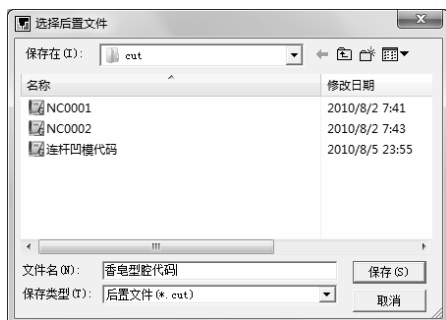

图 3-140 “选择后置文件”对话框
1) 选择下拉菜单“加工”→“后置处理”→“生成 G 代码”命令，系统自动弹出“生成后置代码”对话框。选择存取后置文件 (*.cut) 的地址，并填写后置程序文件名，可对其进行编辑，如图 3-140 所示。
2) 输入文件名后选择“保存”按钮,系统提示“拾取加工轨迹”,应按顺序依次拾取加工轨迹。当拾取到加工轨迹后,该加工轨迹变为被拾取颜色。鼠标右键结束拾取,系统即生成数控程序。该程序生成在“记事本”文件上,如图 3-140 所示。拾取时可使用系统提供的拾取工具,可以同时拾取多个加工轨迹,被拾取轨迹的代码将生成在一个文件当中,生成的先后顺序与拾取的先后顺序相同。